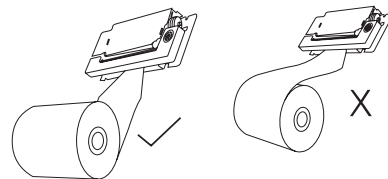

图3-9 纸进机头
- 4、一定要使纸卷的里侧纸端向上对准机头进纸口，如图3-9所示。